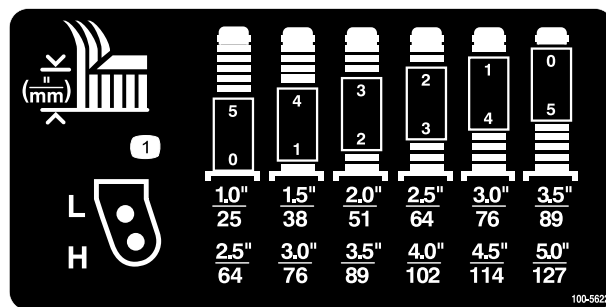

図 8
2. 左右のキャストフォークの同じ穴にキャストホイールの軸をセットする。どの穴にセットするかは、図7と図8を参照のこと。
スペーサの組み合わせ方法については、図7と図8を参照のこと。